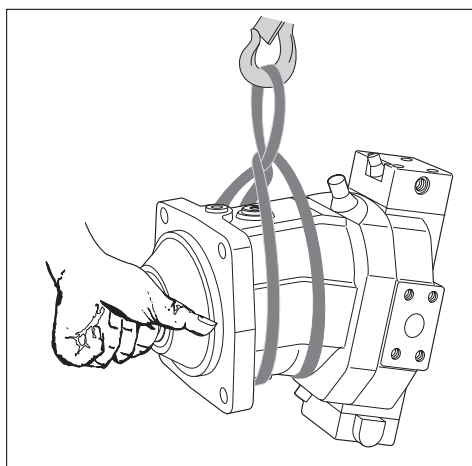

图 5：使用提升带运输
- ▶ 将提升带缠绕在轴向柱塞单元上，但请勿将提升带置于附件（例如：阀）之上，也不要通过此类附件吊挂轴向柱塞单元（参见图 5）。